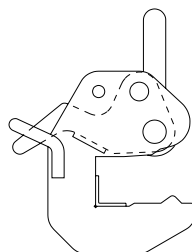

Abb. 24.2
1. Zuerst Sicherheitshebel soweit wie möglich öffnen (Abb. 24.2).